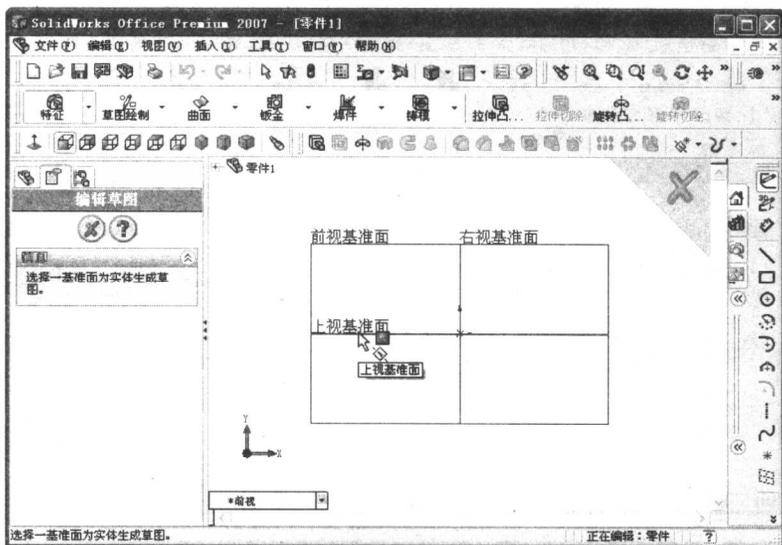

图 1.5 选择上视基准面作为草图平面
(2) 单击 CommandManager 工具栏上的“草图绘制”按钮，出现如图 1.5 所示的界面。移动鼠标指针到“上视基准面”字样上，单击将所选平面激活，进入草图绘制模式。